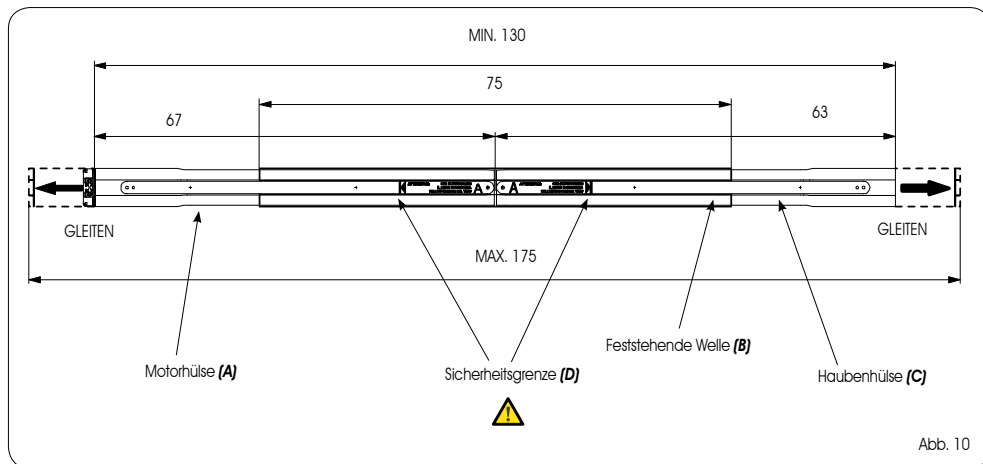

Abb. 10
Zum Erzielen des Mindestwerts die beiden Hülsen (Abb.10, Bez. A-C) vollständig in die feststehende Welle einsetzen (Abb. 10, Bez.B). (Länge der Welle 130cm)
Zum Erzielen des Höchstwerts die beiden Hülsen (Abb.10, Bez. A-C) bis zur auf der Platte markierten Sicherheitsgrenze aus der Welle (Abb. 10, Bez. D) herausziehen. (Länge der Welle 175cm)
**⚠ BEIM SCHIEBEN DER HÜLSEN ZUR AUSSENSEITE DER FESTSTEHENDEN WELLE DIE SICHERHEITSGRENZE NIEMALS ÜBERSCHREITEN (Abb.10, Bez.D)**
### 4.2 IM KAPITEL 3.3 BESCHRIEBENE MONTAGEARBEITEN (Abb.10)